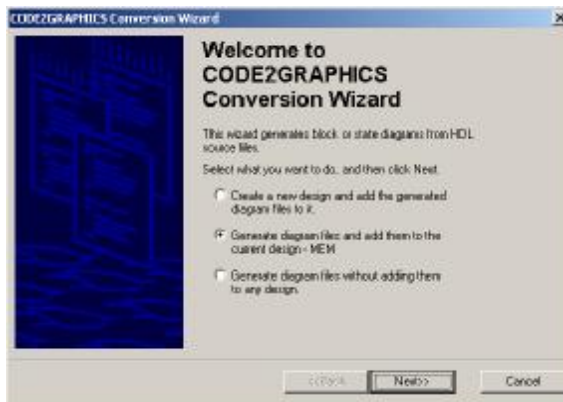

Рисунок 2.18 – Перше вікно майстра перетворення структурного опису
- 2.6.5 Оберіть команду **Code2Graphics Conversion Wizard** пункту **Tools** головного меню САПР. З'явиться перше вікно майстра (рис. 2.18).